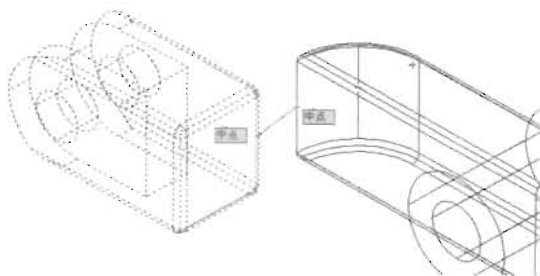

图 14-204
(1) 切换到东南等轴测视图, 捕捉 D 部分结构右侧的中点和 C 部分左侧的中点, 将其组合, 如图 14-204 所示。